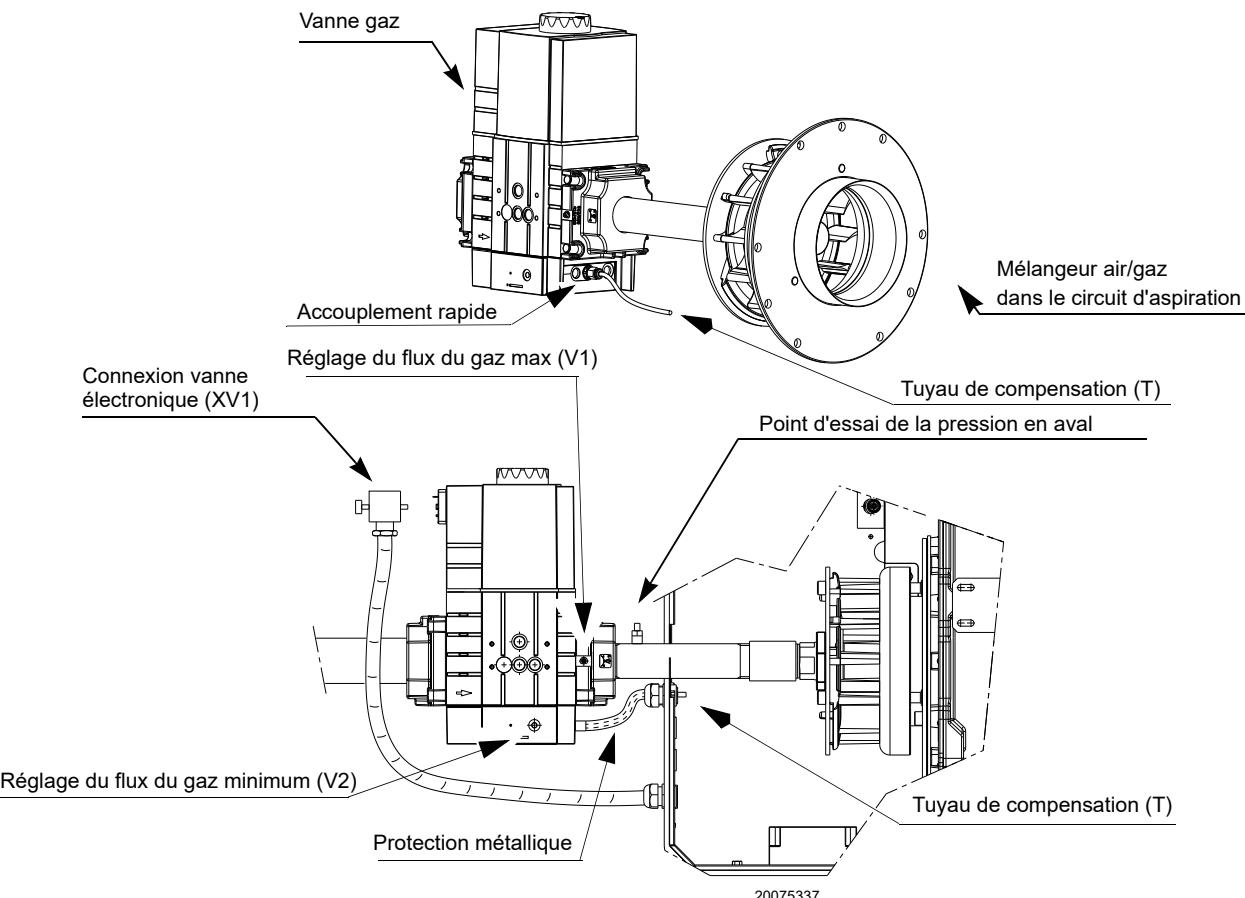

Fig. 13
- purger l'air du tuyau du gaz moyennant la vis sur la prise (Fig. 13 à la page 14).